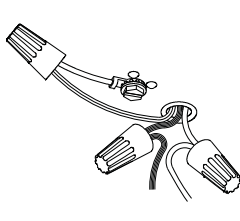

Figure 4
5. **À l'aide des capuchons de connexion (4) fournis**, connecter les câbles d'alimentation (du boîtier) aux câbles du luminaire : le blanc avec le blanc, le noir avec le noir et le vert avec le vert ou au fil de terre nu en cuivre. **Voir la figure 4.**
5. **Using Wirenuts (4) provided**, connect supply (house) wires to fixture wires, white to white and black to black and green to green or bare copper ground wire. **See Fig. 4.**
5. **Con las tuercas para cables provistas (4)**, conecte los cables de suministro a los cables de montaje: de blanco a blanco, de negro a negro y de verde a verde o a cable conductor de tierra de cobre sin recubrimiento. **Consulte la Fig. 4.**